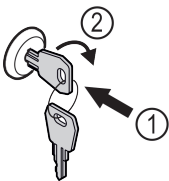

Fig. 106 Représentation à titre d'exemple
- ▶ Insérer la clé Fig. 106 (1).
- ▶ Tourner la clé à 90° dans le sens horaire Fig. 106 (2).